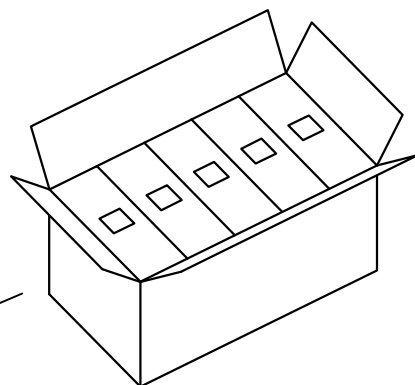

图4 外箱
- 3: 如图4, 每外箱装10内盒, 数量为10X(10X1000pcs)。